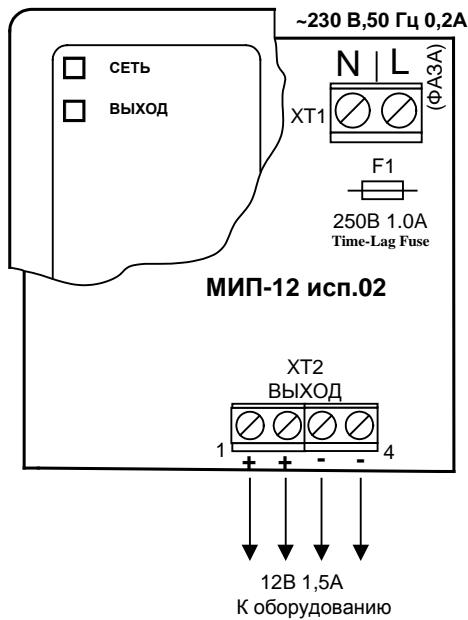

Рис. 3 Схема подключения МИП-12 исп.02 (МИП-12-1/П3)
При подключении проводов внешнего питающего напряжения 230 В к сетевой колодке необходимо соблюдать правильность подключения «фаза» и «нейтраль». Подключение цепей к МИП производить в соответствии с рис. 3.
#### 2.2.3 Согласно схеме соединений МИП (Рис.3):
2.3.1 Проверить правильность произведённого монтажа в соответствии со схемой подключения МИП-12 исп.02 (МИП-12-1/П3) (рис. 3).